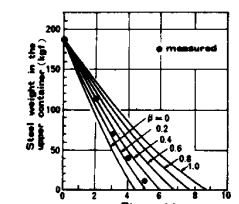

Fig. 2 Efficiency of electromagnetic-brake in the experimental system (Type A).
3. 結果と考察 実験結果を Fig. 2 に示す。流路内で溶鋼が充満し、一定流速で流れていると仮定した時の流路系内のエネルギーバランスは (1) 式のように表わされる。